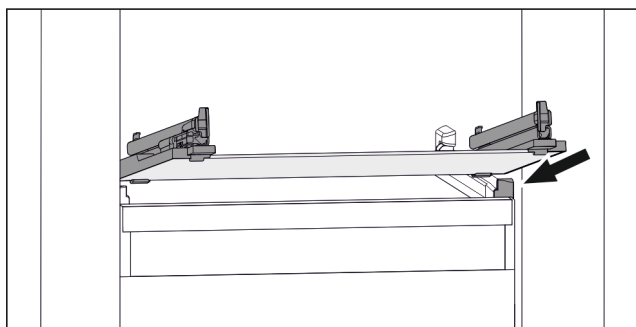

Fig. 72 Příklad znázornění skleněné desky
- ▶ Nasad'te skleněnou desku šikmo za zarážky. (viz Fig. 72)